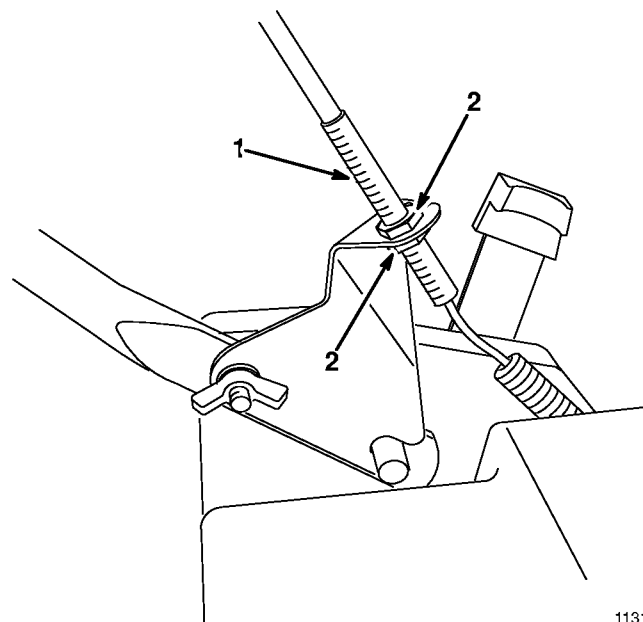

Figure 33
1. Maintenir la barre de commande d'autopropulsion à 2,5 à 4 cm (1 à 1 1/2 po.) du guidon (Fig. 33).